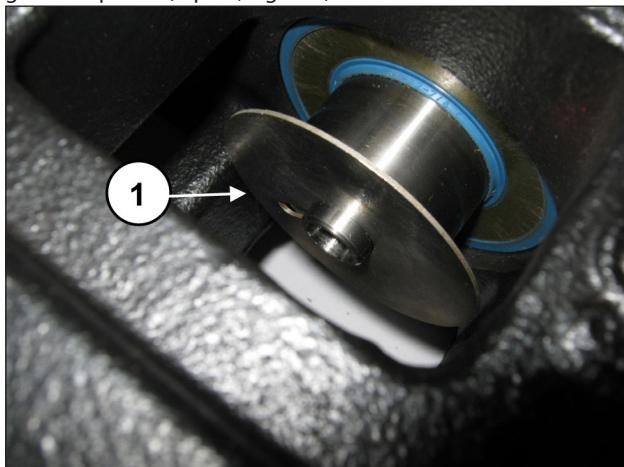

Fig. 182
Placer les bagues anti-éclaboussures dans le logement sur le guide de piston (rep. ①, Fig. 182).